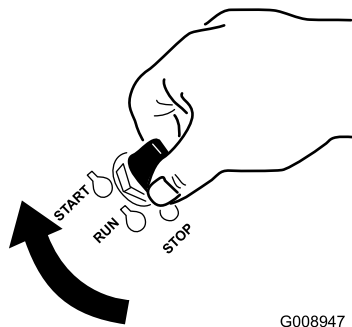

Bild 23
6. Drehen Sie den Zündschlüssel auf die START-Stellung (Bild 23).